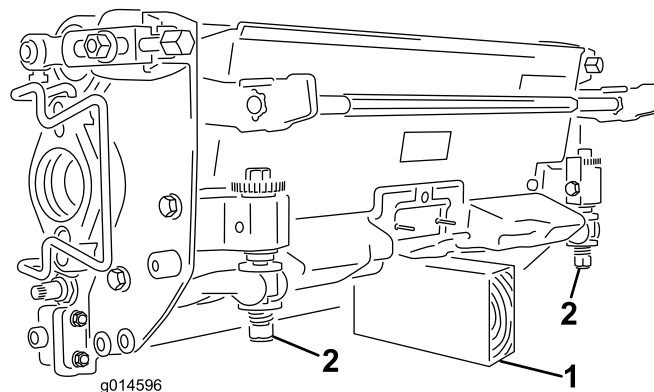

Figura 10
**Importante:** Se for necessário inclinar a unidade de corte para que a lâmina de corte e o cilindro fiquem expostos, coloque um apoio por baixo da unidade de corte para assegurar que as porcas nos parafusos de ajuste da extremidade traseira da barra de apoio não fiquem apoiadas sobre a superfície de trabalho (Figura 10).